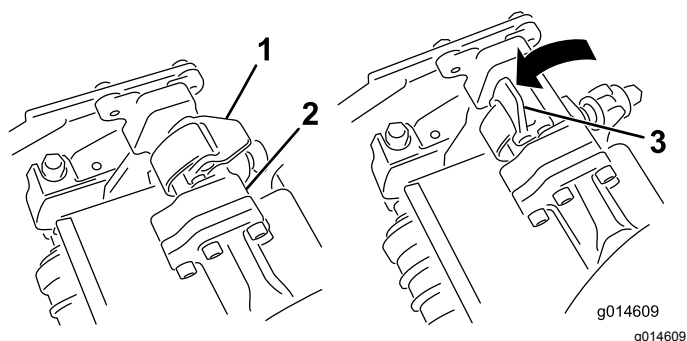
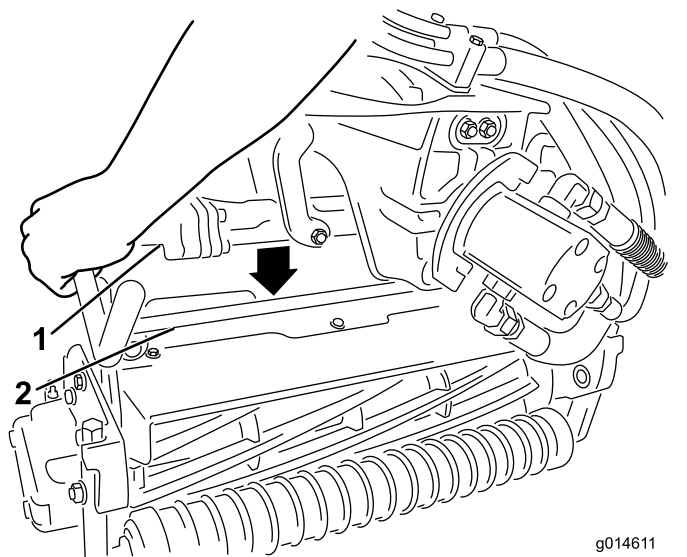

図 45
図 46
3. サスペンションアームのバーについているラッチを上向き開いた状態にして 図 45、サスペンションアームを押し下げて、バーを、カッティングユニットのバーの上に被せるようにする 図 46。
4. ラッチを下げて閉じるとカuttingユニットのバーがロックされてユニットがアームにセットされる図 45。
4. 取り外したいCuttingユニットのサスペンションアームのバーについているラッチを開く図 45。